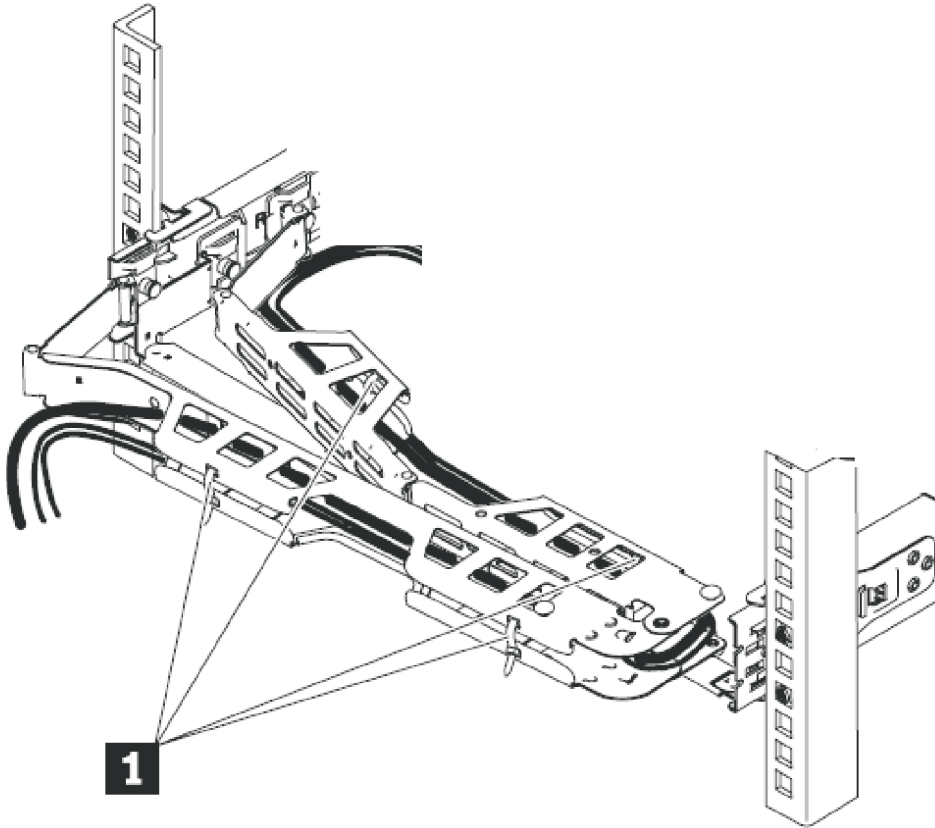

図 29. ケーブルの接続と配線
- a. ケーブル・マネジメント・アームに沿って、データ・ケーブルおよび電源コードを 34 ページの図 29 の **1** に示すように、配線します。